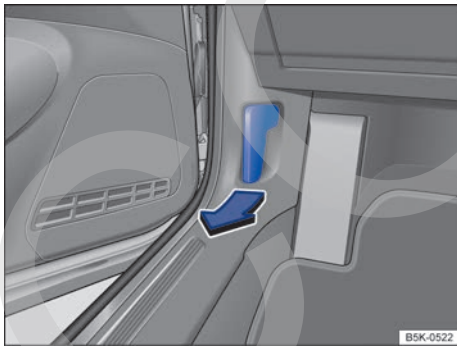

Fig. 176 En la zona reposapiés del lado del conductor: palanca de desbloqueo del capó del motor.
- Abra la puerta del conductor y tire de la palanca de desbloqueo en el sentido de la flecha ⇒ fig. 176. El capó del motor se desengancha del bloqueo de la chapa portacierre mediante un muelle ⇒ .